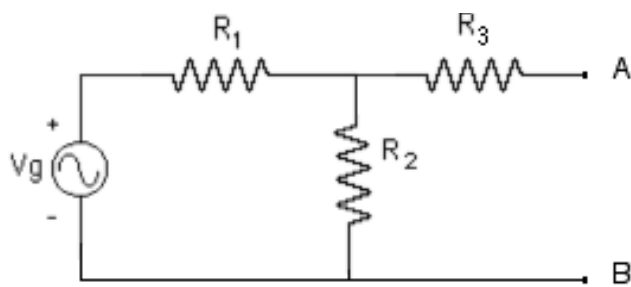

Figura 2.- Circuito para determinar el equivalente Thevenin
- 4.- Determine el equivalente Thevenin del circuito mostrado en la Figura 2 con los valores indicados por su profesor.